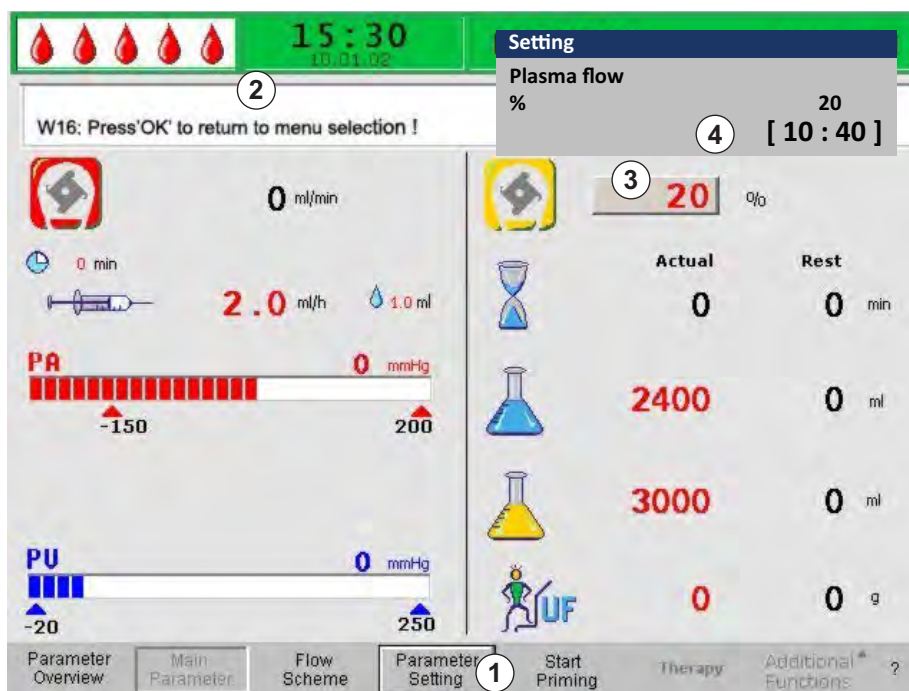

Рис. 2-18 Выбор параметра на экране *Main Parameter* (Основной параметр)
1. Использовать вращающуюся кнопку для выбора пункта *Parameter Setting* (Установка параметров; Рис. 2-18 ①) в строке меню и нажать кнопку *Ввод*.
- ↪ Все параметры, которые могут быть изменены, отображаются красным цветом (Рис. 2-18).
- ↪ В строке тревожной сигнализации/замечания появляется сообщение *W16: Press 'OK' to return to menu selection!* (Нажмите "OK" для возврата к выбору меню!) (②), указывающее, что необходимо нажать кнопку *OK* для выхода из установки параметров.
- ↪ Поле значения параметра, выбранного в текущий момент, показывается рельефным (как бы не нажатым) с серым фоном (Рис. 2-18, ③). Диапазон установки параметра отображается в появляющемся окне *Setting* (Настройка; ④). Если параметр относится к безопасности пациента, то значение, установленное в текущие момент, отображается над диапазоном установок.